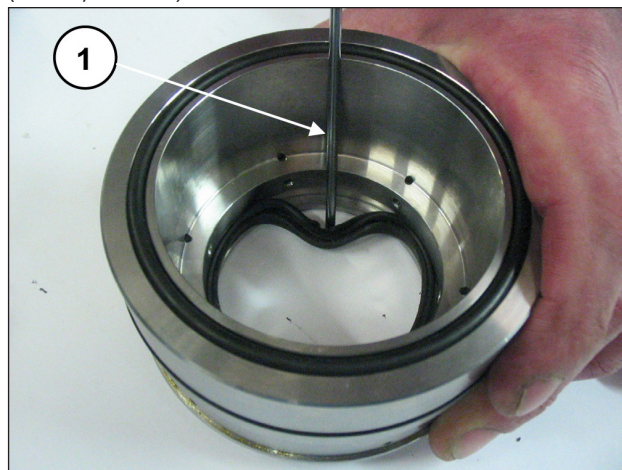

Рис. 199
Для снятия уплотнения для низкого давления необходимо использовать толщиномер или другой инструмент, который не может повредить гнездо опоры уплотнений (поз. ①, Рис. 199).